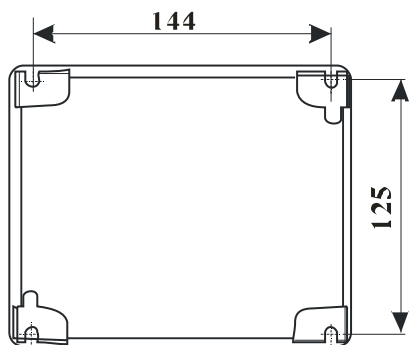

图 5 SC-1 底板安装尺寸
- 在选定的安装上面，参照图 5，讲 SC-1 底板的安装孔进行定位。